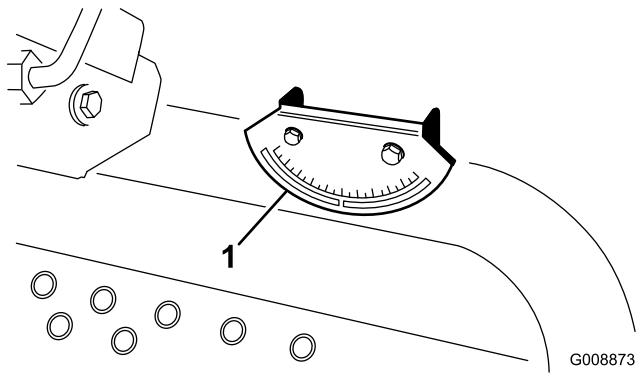

図 5
2. 機体のクロスピーム（燃料タンク脇）に携帯斜面計（付属品）を置いて、機体が水平になっていることを確認する（図 5）。このとき、運転席に座った状態で、機体に装着されている傾斜計の読みが 0° であれば問題ない。